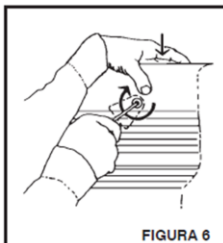
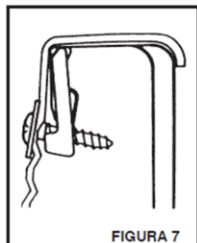

FIGURA 6
FIGURA 7
1. Empiece de cualquier esquina frontal y empuje el Bedliner hacia abajo y con el desarmador apriete el tornillo en el sentido de las manecillas del reloj (Vea Figura 6) Deberá sentir que el sujetador dejará de pivotar y se detenga, continúe apretando que sé apriete (Vea Figura 7).